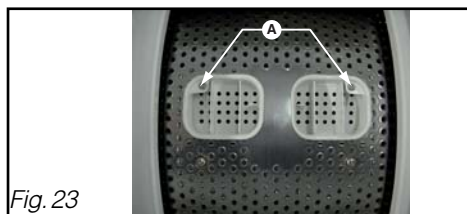

Fig. 23
- Prenez la précaution de mettre une serviette éponge pour amortir sa chute (*Fig. 23*).